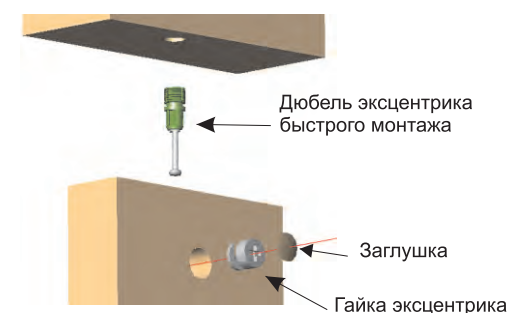

Рис.2
Установите шканты (3) в отверстия d=8 мм топа E, базы G и боковин A. Вставьте дюбель эксцентрика быстрого монтажа (1а) в топ E, в низ G и в боковины A (см. Рис.2). Установите опоры (4) в отверстия в плоскости низа G. Соберите заднюю стенку шкафа C (состоит из двух или четырех половин), используя соединительный профиль F (состоит из двух частей). Соедините вместе полки B, боковины A и заднюю стенку C. Вставьте эксцентриковые гайки (1б) и с помощью отвертки затяните их по часовой стрелке до фиксации (см. Рис.2). К собранной конструкции присоедините низ G и топ E и закрепите с помощью эксцентриковых стяжек (1). Используя шурупы (5) прикрепите заднюю стенку C к полкам B. В эксцентриковые гайки (1б) вставьте заглушки (2). Отрегулируйте опоры (4) по высоте.